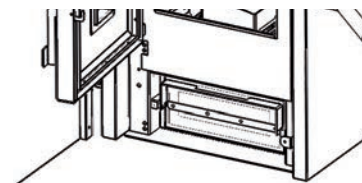

Fig. 7
- Riposizionare il tappo, i dadi ed il cassetto raccoglicenere, facendo attenzione a chiuderlo correttamente sollevando la maniglia per riportarla alla posizione di partenza. (Fig. 7)